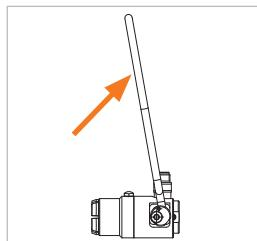

Figure 3
- Relevez l'arceau de commande (n° 1) (Figure 3).